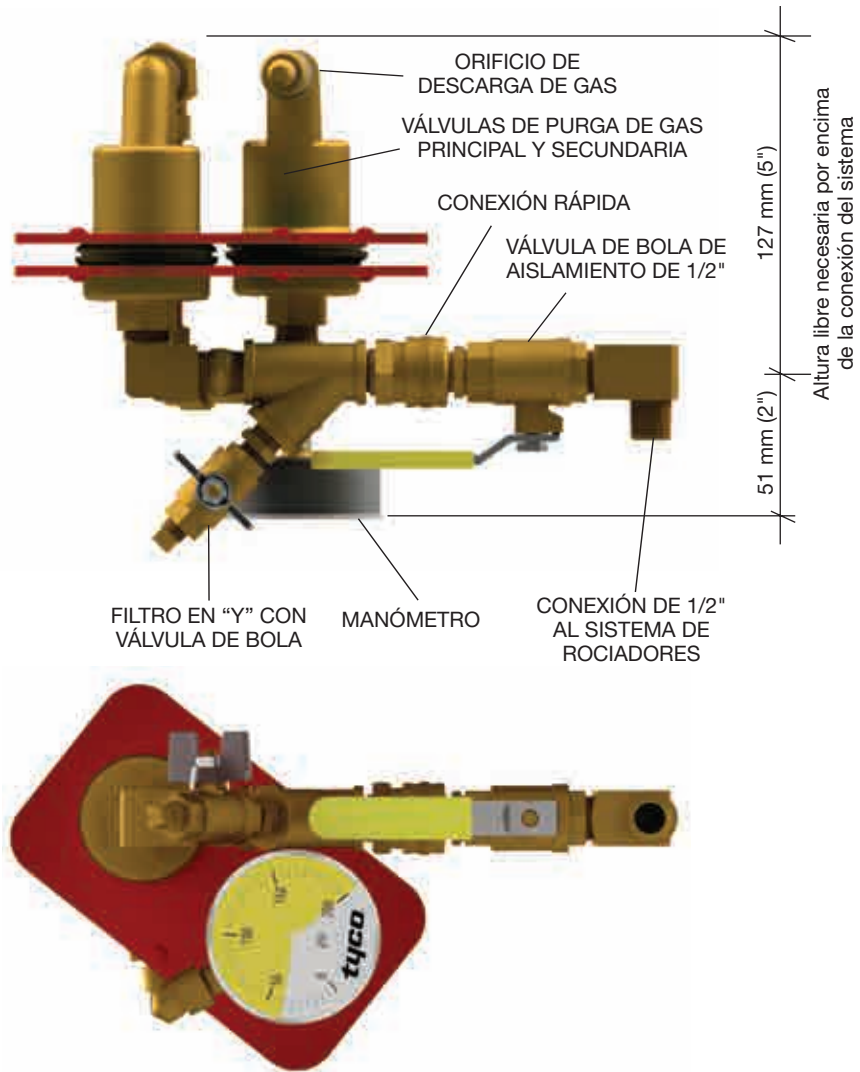

FIGURA 2
Paso 1. El regulador de salida de aire húmedo de TYCO está equipado con una válvula de bola de aislamiento que se conecta al sistema de rociadores contra incendios. Tras montar el dispositivo TAV-W con la conexión rápida suministrada (consulte la figura 2), el contratista debe instalar una salida de 1/2 pulg. (soldada o mecánica) para conectar el conjunto del regulador de salida de aire al sistema de rociadores.